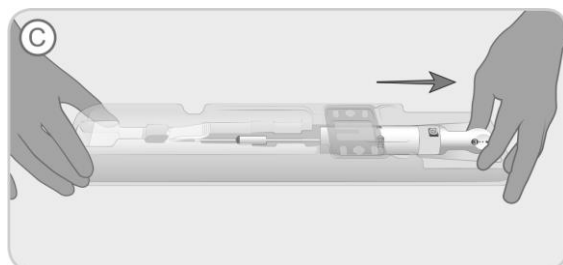

Figure 4. Tirer le manche du dispositif vers l'arrière pour provoquer un arrêt soudain.
- C. Tout en maintenant le plateau immobile, saisir l'extrémité du manche (came de libération) et tirer jusqu'à la butée (indiquée par la lettre « C » sur le plateau), Figure 4. L'implant est maintenant replié dans le tube de la canule de chargement.